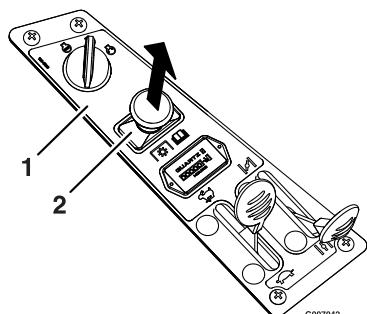

Figure 12
- Tirez sur la commande des lames pour engager les lames (Figure 12).